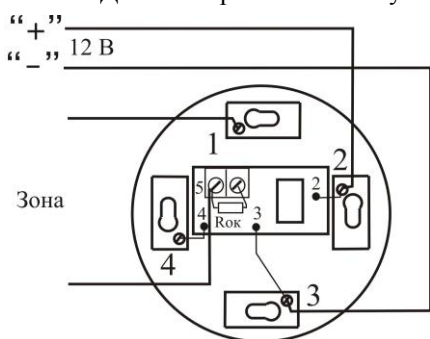
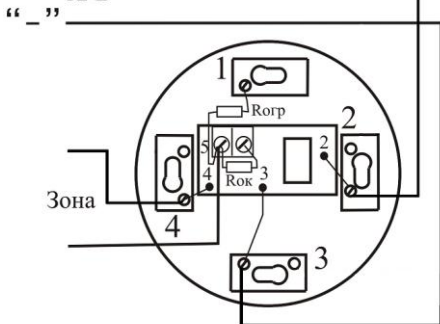

Рис.1
Рис.2
7.1 Схемы подключения Б100М к ШС приведены на рис. 1 и рис. 2.
7.1.1 На рис.1 приведена схема подключения базы Б100М в конце ШС для СПД-3.2 и СПД-3.3 с нормально замкнутыми контактами реле.
7.1.2 На рис.2 приведена схема подключения базы Б100М в конце ШС для СПД_3.2 и СПД-3.3 с нормально разомкнутыми контактами реле.